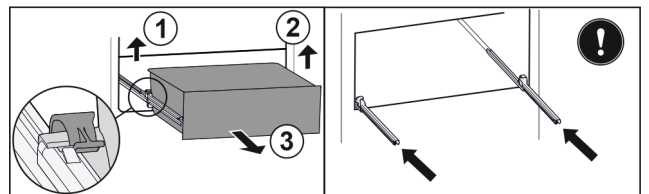

Fig. 98
- ▶ Levante la brida izquierda y, simultáneamente, tire de la parte izquierda del cajón hacia delante. Fig. 98 (1)
- ▶ Levante la brida derecha y, simultáneamente, tire de la parte derecha del cajón hacia delante. Fig. 98 (2)
- ▶ Extraiga el cajón hacia delante. Fig. 98 (3)